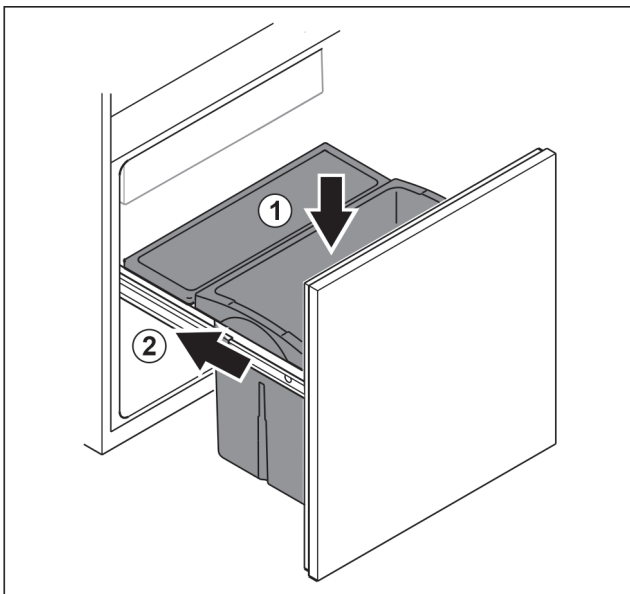

Fig. 106
- ▶ Insérer le tiroir par le haut. Fig. 106 (1)
- ▶ Introduire le chariot coulissant. Fig. 106 (2)